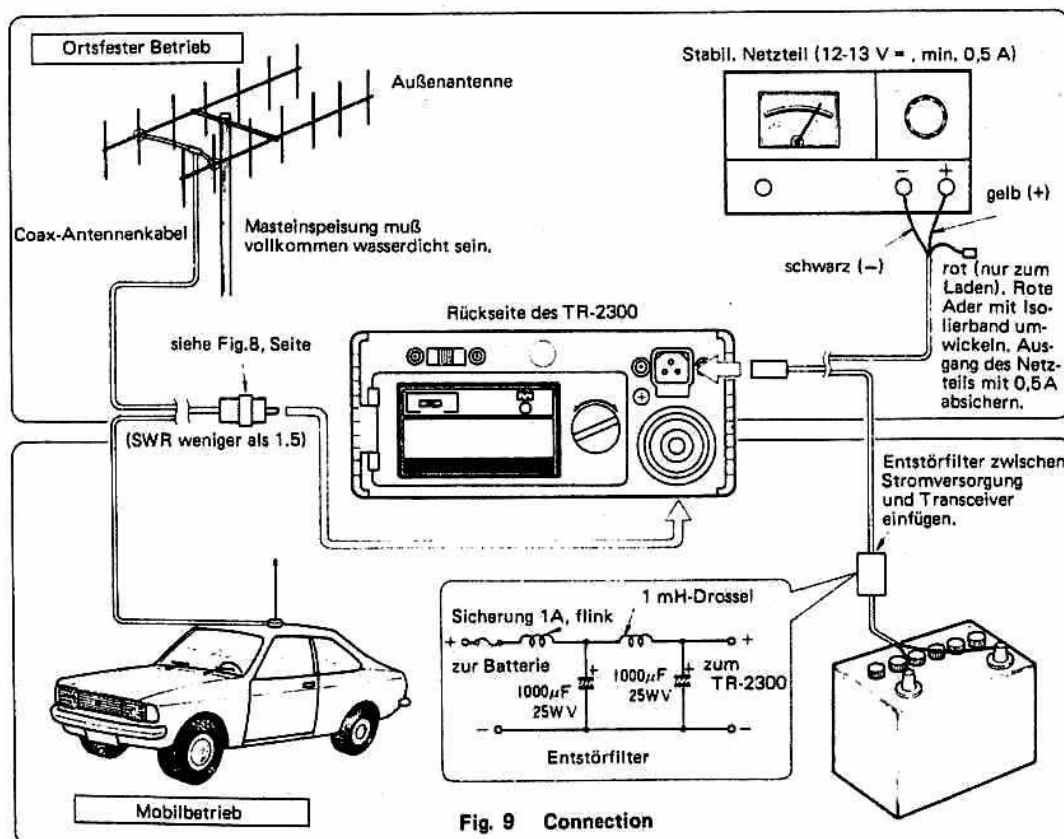

Fig. 9
Bei Mobilbetrieb wird unbedingt empfohlen, ein Entstörfilter zwischen Verteilerdose (Sicherungskasten) und Transceiver in Reihe zu schalten. Siehe Fig. 9. Noch einfacher ist der Anschluß des Transceivers an eine separate Steckdose am Armaturenbrett oder an der Steckdose des Zigarrenanzünders. Hierbei ist ein Zwischenstecker erforderlich, der im Kfz-Zubehörhandel erhältlich ist. Auch in diesem Fall sollte ein Entstörfilter zwischengeschaltet werden.
- (1) Zur Stromversorgung des Transceivers bei ortsfestem Betrieb wird ein stabilisiertes Netzteil empfohlen, obgleich auch mit dem eingebauten Batteriesatz gearbeitet werden kann. Bei einem stabilisierten Netzteil entfällt die laufende Kontrolle der Betriebsspannung. Zum Anschluß des Transceivers an das Netzteil ist das mitgelieferte Stromversorgungskabel, wie in Fig. 9 gezeigt, zu verwenden. Das Netzteil muß eine ausreichend geregelte und stabilisierte Gleichspannung von 12 - 13 V bei 0,5 A oder mehr liefern. Der Ausgang des Netzteils ist entsprechend abzusichern.